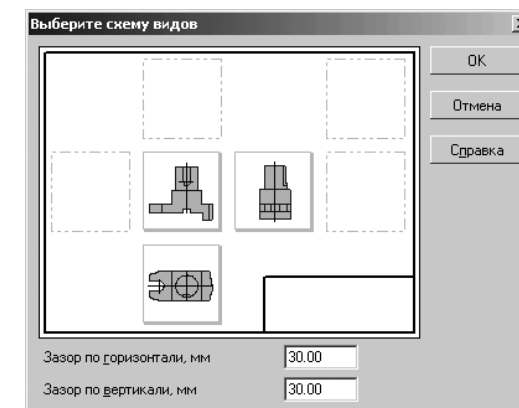

Рис. 3.108. Диалоговое окно **Выберите схему видов** с измененными зазорами
- кнопка **Схема видов**, которая вызывает диалоговое окно **Выберите схему видов**, в котором можно изменить набор стандартных видов выбранной модели (рис. 3.108).